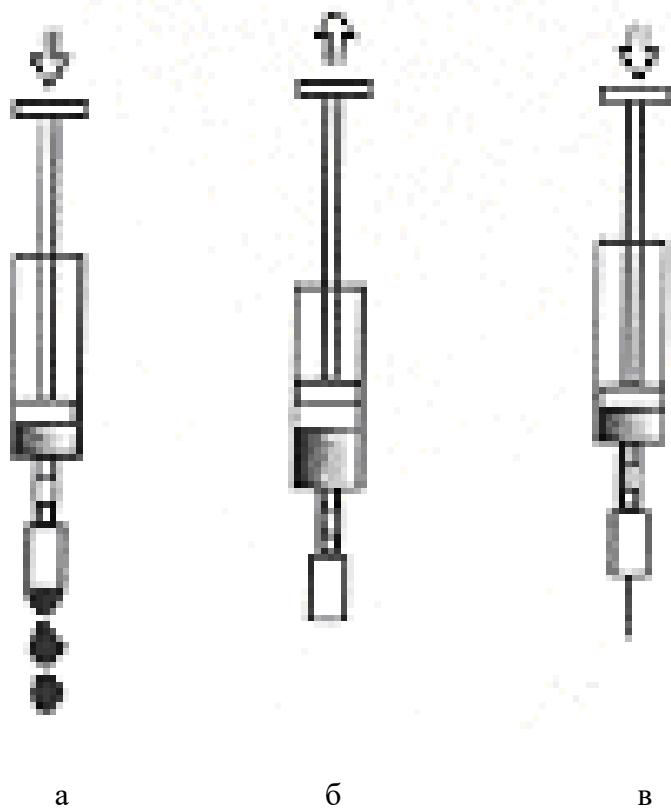

Рис. 3.2.3 Ручная промывка сопла с помощью шприца
Процесс ручной промывки соплового элемента выполняется следующим образом (см. рис. 3.2.3):
5. Вставить сопло в трубочку шприца, как показано на рис.3.2.3.
6. Опустить шприц соплом вниз и направить его в промывочный контейнер. Надавить на поршень шприца так, чтобы из сопла выдавились 3-5 капель (рис.3.2.3а).
7. Потянуть поршень назад, чтобы пузырьки воздуха прочистили сопловой канал, при этом виден поток пузырьков воздуха в жидкости шприца (рис.3.2.3б).
- в) проходят устойчиво через канал, необходимо надавить снова на поршень шприца. Повторять действия по промывке до тех пор, пока не будет устойчивого выхода струи из сопла (рис.3.2.3в).
8. Вытянуть назад поршень шприца, как только будет устойчиво выходить (в течение 3-5 сек) струя из сопла. В этом случае будут устойчиво проходить пузырьки воздуха через сопло во внутрь шприца (рис.3.2.3б).